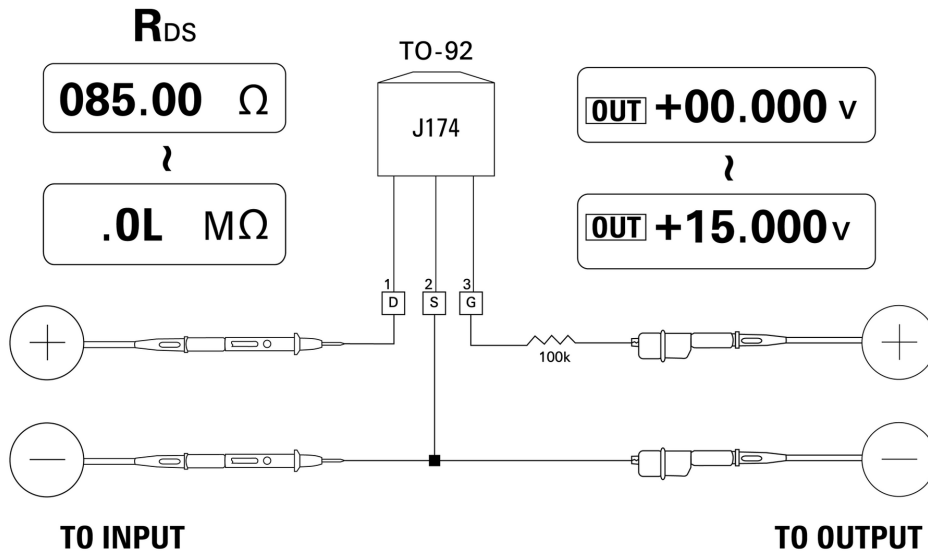

Figura 5-12 JFET de canal p
- 4 Diminua gradualmente a saída de tensão de +00,000 V para +15,000 V. O valor R_{DS} aumentará de acordo (**Figura 5-12 na página 107**).